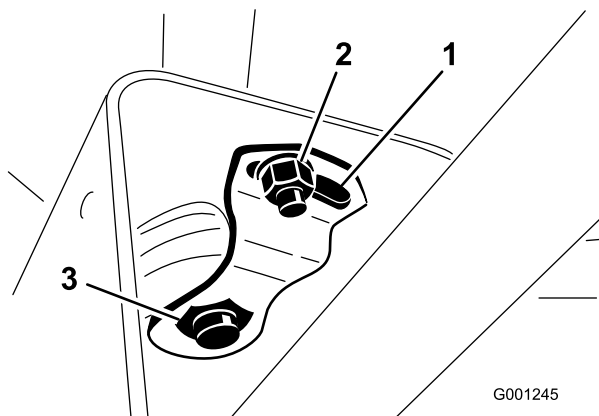

Figura 70
2. Mueva la cubierta por la columna de dirección para dejar expuesto el soporte del pivote (Figura 70).
3. Afloje la tuerca pequeña, y gire el soporte del pivote hasta que apriete la tuerca grande que está debajo (Figura 70).